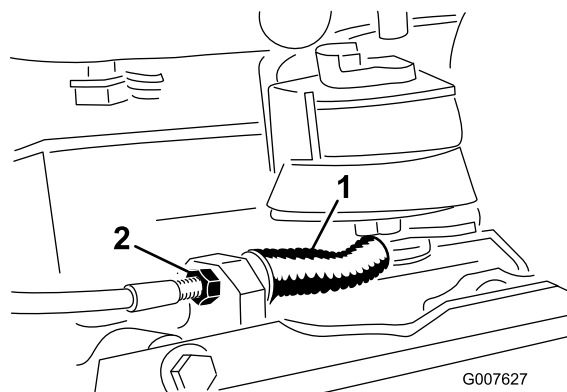

Figura 33
- Para diminuir a tensão do cabo, desaperte a porca frontal do cabo e aperte a porca traseira (Figura 33). Repita os passos 1 e 2 e reajuste, se necessário.
- Para aumentar a tensão do cabo, aperte a porca frontal do cabo e desaperte a porca traseira (Figura 33). Repita os passos 1 e 2 e reajuste, se necessário.